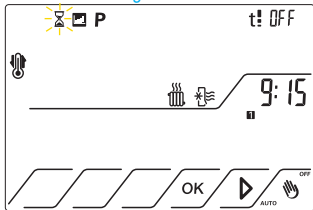

Fig.18
5.3.3 Premere il tasto  fino a posizionarsi sull' icona  che comincerà a lampeggiare. Compare la scritta OFF. Fig.18